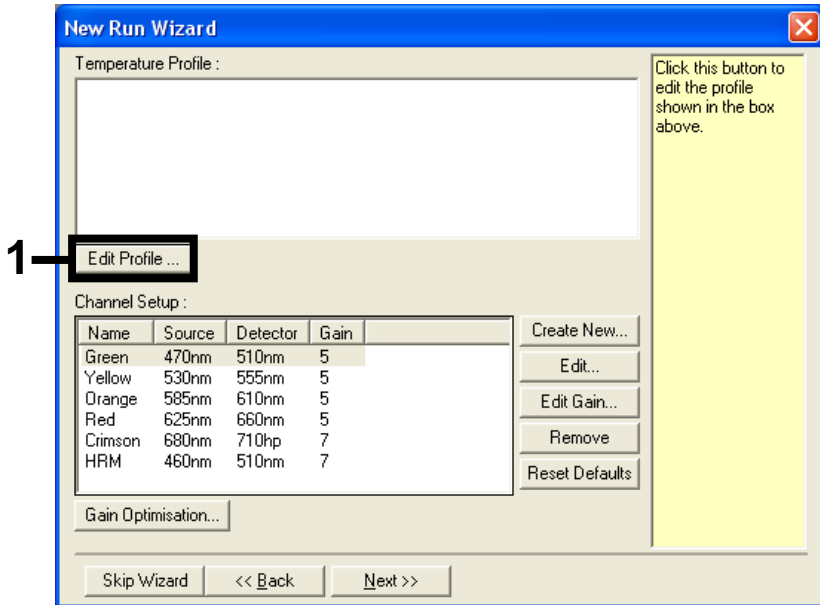

Figura 23. Edición del perfil.
5. Haga clic en Edit Profile (Editar perfil) situado en la ventana "New Run Wizard" (Asistente para series nuevas) (figura 23) y siga la información de los pasos siguientes para programar el perfil de temperatura.